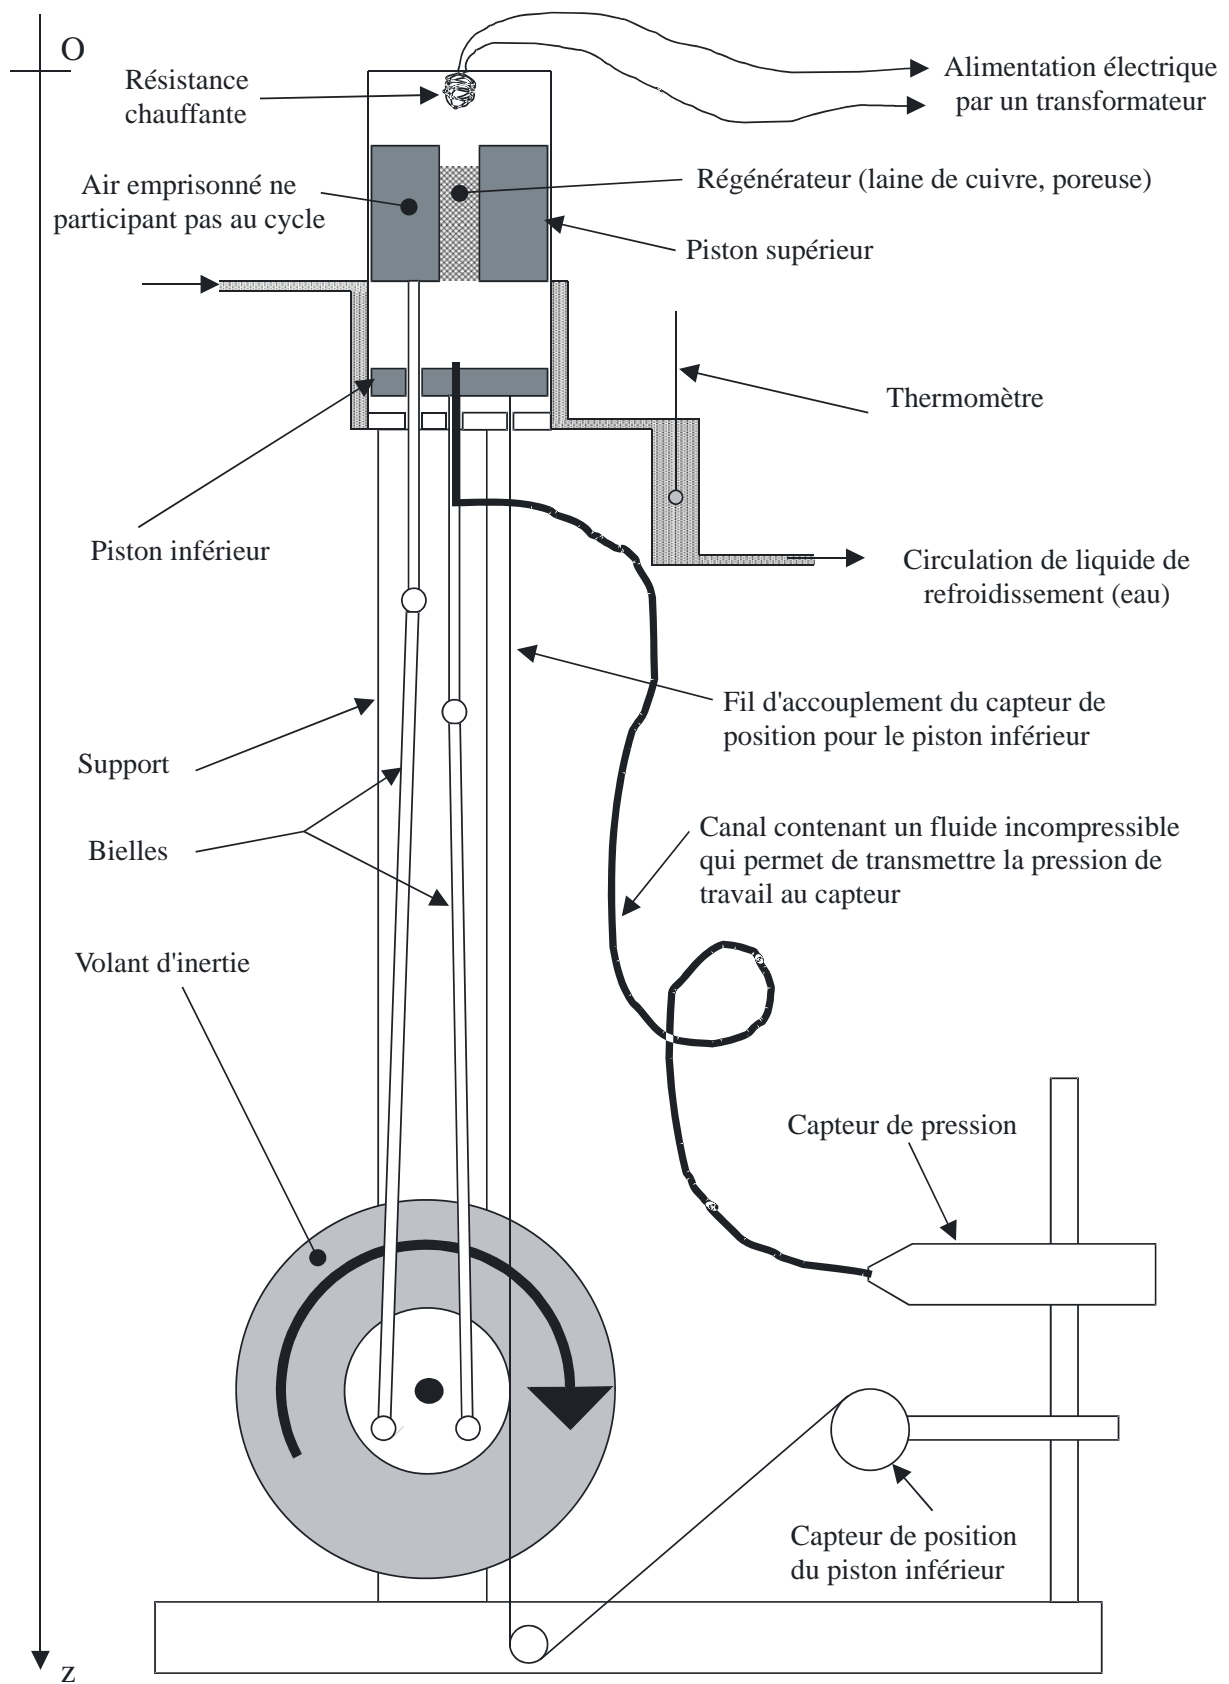

Figure 1
Le principe de ce moteur est très astucieux : il se compose d'un cylindre dans lequel se déplace deux pistons (et non pas un comme dans les moteurs à explosion), il est schématisé sur le figure 1.
- Moteur proprement dit, avec ses capteurs (figure 1)